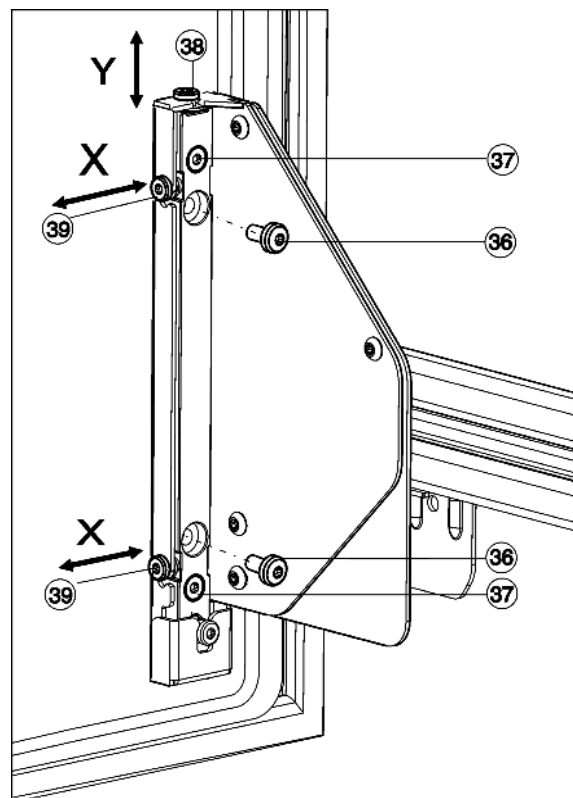

Fig. 27
- Śruby Fig. 27 (36) całkowicie wykręcić.
- ▷ Śruby Fig. 27 (36) należy wyrzucić, nie będą już potrzebne.
- ▷ Śruby Fig. 27 (37) należy poluzować o 1 lub 2 obroty.
- Obrócić śrubę przestawną (38). Zgodnie z kierunkiem ruchu wskazówek zegara: drzwi uniosą się do góry o maks. 4 mm. Przeciwnie do kierunku ruchu wskazówek zegara: drzwi obniżą się o maks. 2 mm.
- Wszystkie śruby Fig. 27 (37) ponownie dokręcić.
- Jeśli śruby Fig. 27 (36) są nadal zamocowane, należy je całkowicie wykręcić.
- Śruby Fig. 27 (37) należy poluzować o 1 lub 2 obroty.
- Śruby przestawne Fig. 27 (39) należy przestawić zgodnie z żądanym kierunkiem regulacji.
- Po zakończeniu regulacji bocznej śruby Fig. 27 (37) należy ponownie przykręcić.